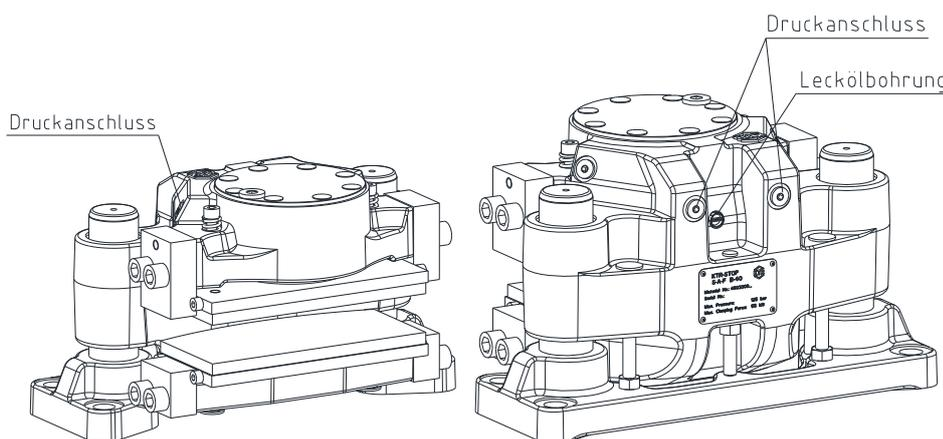

Bild 14: Anschlüsse der Lecköl-/Druckleitungen
- Schließen Sie die Druckölleitung an einen der Druckanschlüsse der Bremse an (siehe Bild 14 und 15), hierfür vorher die Verschlusschraube entfernen.
- Montieren Sie an der Entlüftungsbohrung (siehe Bild 14 und 15) eine Minimes-Kupplung mit einem Minimeschlauch, hierfür vorher die Verschlusschraube entfernen. Führen Sie das Ende des Minimeschlauches in einem geeigneten Auffangbehälter ab.
- Schließen Sie die Leckageölleitung an die Bremse an (siehe Bild 14 und 15), hierfür vorher den Verschlussstopfen entfernen.
- Schließen Sie die Leckageölleitung an die Bremse an (siehe Bild 14, 16 und 17), hierfür vorher den Verschlussstopfen entfernen.